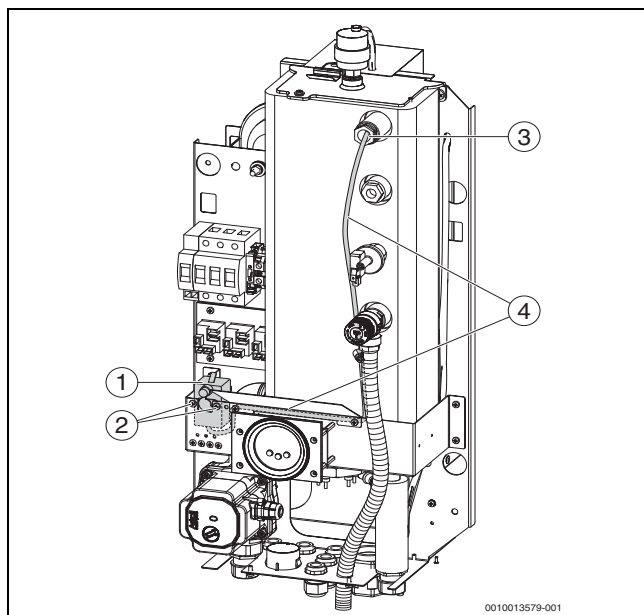

Fig. 18 Positionnement du limiteur de température de sécurité et de la sonde capillaire
- ▶ Retirer le ressort d'arrêt du doigt de gant, retirer la sonde capillaire du thermostat, détacher le tube capillaire, dévisser le STB initial puis le retirer. (→ fig. 18, [3, 4])